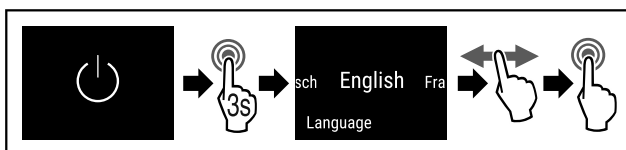

Fig. 54
- Handlungsschritte (siehe Fig. 54) durchführen.